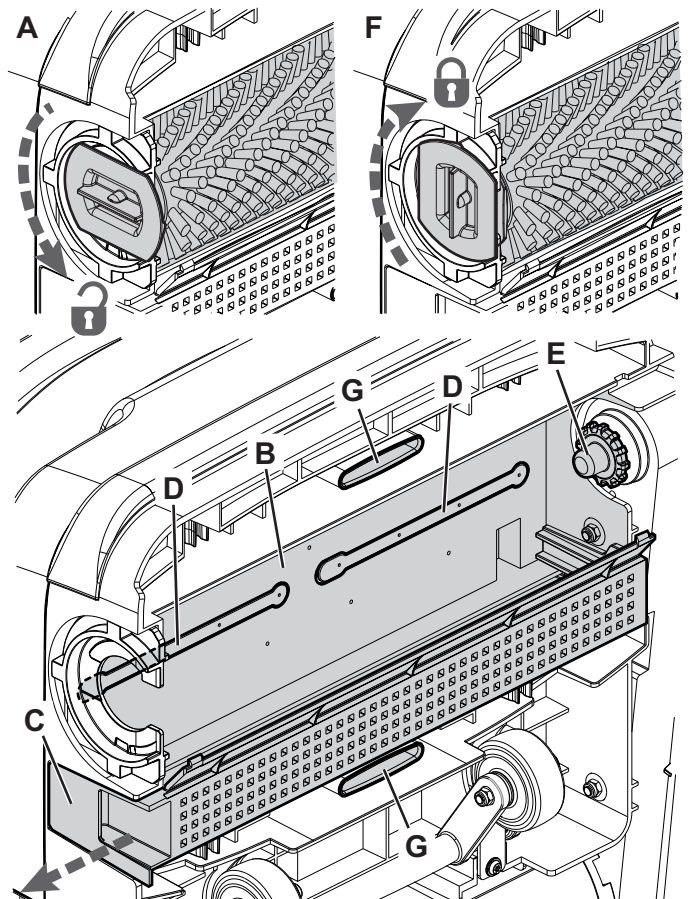

Afbeelding 9
2. Verwijder de tankhouder (13) uit de machine met de handgreep (15).
3. Til de machine op voor toegang tot het onderste deel van het schrobdek (16).
4. Demonteer de trekkerstangen (20) door deze naar buiten te trekken.
5. Reinig en spoel de trekkerstangen. Reinig met name de geleidingsruimten (A, Afb. 9) en de aanzuigopening (B). Controleer of de rubbers heel zijn en geen sneden of scheuren vertonen, vervang anders de trekkerstangen.